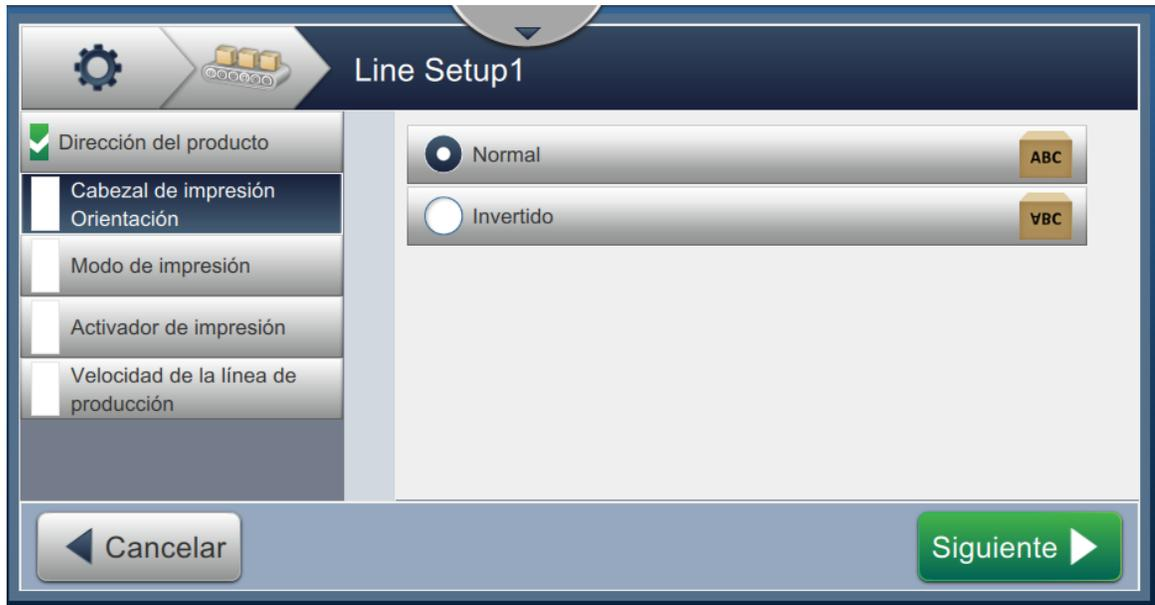

Figura 6-28. Configuración de línea: Cabezal de impresión Orientación
1. Seleccione la orientación del cabezal de impresión, como se muestra en la Figura 6-28.